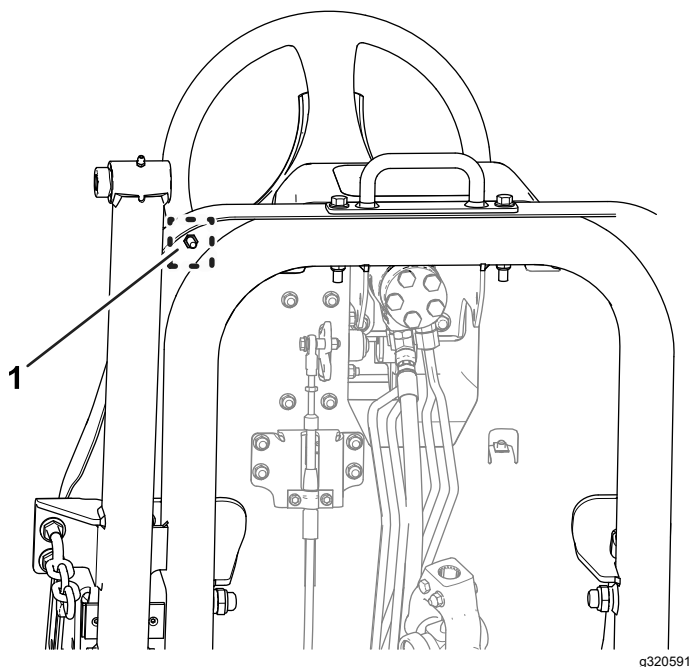

Figura 77
- B. Afloje la contratuerca situada por debajo de la placa del reposapiés (Figura 77).
- F. Mientras sujeta el tope del pedal de tracción, apriete la contratuerca situada debajo de la placa del reposapiés (Figura 76 y Figura 77) a entre 37 y 45 N·m.